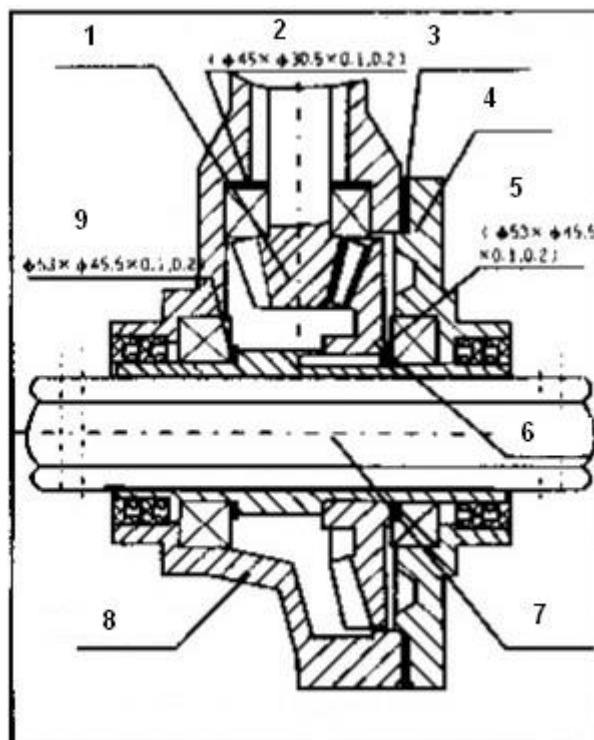

Рисунок 11. Структурная схема конической зубчатой передачи в ходовой части
2. Регулировка зазора конической зубчатой передачи в ходовой части (см. рисунок 11)